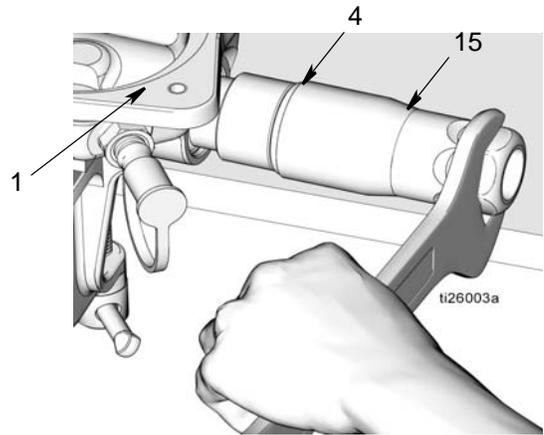

图 22
e. 根据正确处置的所有相关规定，丢弃 O 形圈 (7, 41) 和螺母 (5)
16. 从泵底座 (1) 上拧下出口止回阀 (15) (图 22)。从出口止回阀上拆下 O 形圈 (4)。根据正确处置的所有相关规定，处置 O 形圈